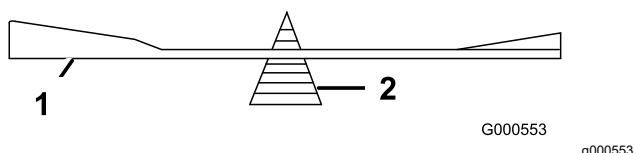

Figura 84
- Verifique o equilíbrio da lâmina colocando-a num equilibrador de lâminas (Figura 84).